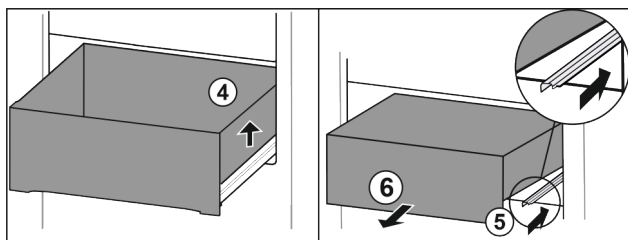

Fig. 107
- ▶ Nadzvedněte zásuvku vpravo. Fig. 107 (4)
- ▶ Zasuňte pravou kolejničku. Fig. 107 (5)
- ▶ Vyměňte zásuvku dopředu. Fig. 107 (6)